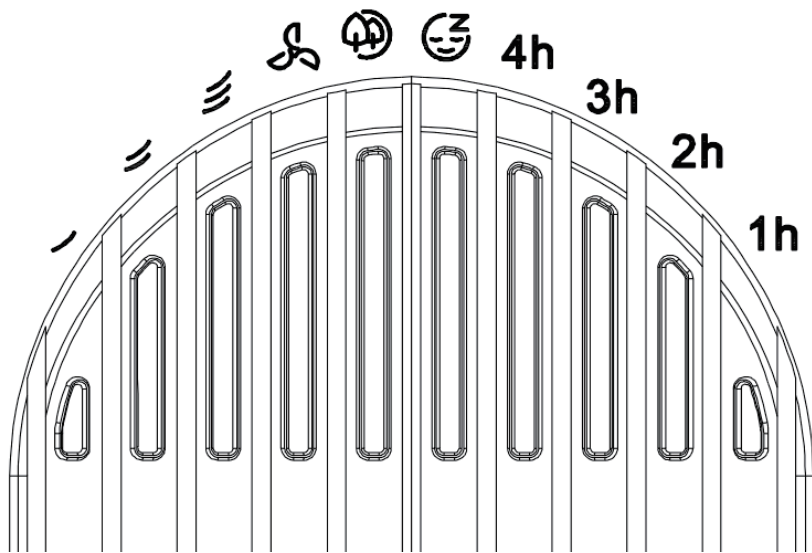

Figura 4
3. **VELOCIDAD** : Puede ajustar la velocidad del ventilador al nivel deseado: baja () media () o alta () pulsando . El ajuste de la velocidad se muestra en la pantalla LED (mostrada en la FIGURA 4).
4. **MODO** : Al pulsar el botón , el ventilador se pondrá en modo NORMAL, modo NATURAL, modo SLEEP (mostrado en la FIGURA 4).
5. **TEMPORIZADOR** : El ventilador está equipado con un temporizador que le permite ajustar su tiempo de funcionamiento de 1 a 10 horas (mostrado en la FIGURA 4).
(FIGURA 4)
3. **VELOCIDADE**  : Pode ajustar a velocidade da ventoinha ao nível desejado: baixa ) média ) ou alta ) premindo  . O ajuste da velocidade é apresentado no painel LED (mostrado em FIGURA 4).
4. **MODO**  : Premindo o botão  irá colocar a ventoinha em modo NORMAL, modo NATURAL, modo SONO .(mostrado em FIGURA 4)
5. **TEMPORIZADOR**  : A ventoinha está equipado com um temporizador que lhe permite definir a sua duração de funcionamento de 1 hora a 10 horas.(mostrado em FIGURA 4)